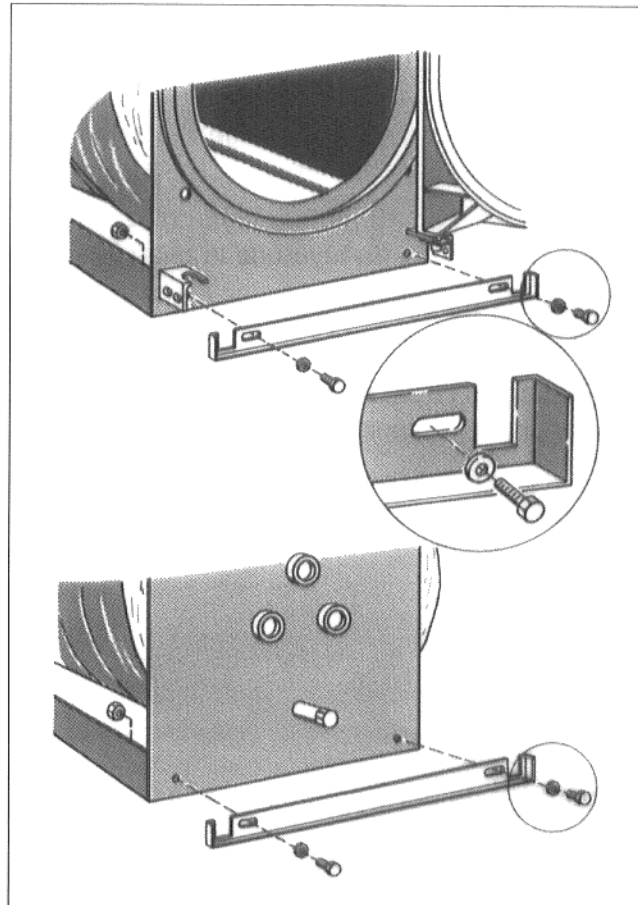

Fig. 7
- Visser chaque traverse inférieure, (avant et arrière) sur le socle avec 2 vis à six pans creux, rondelles et écrous (Fig. 7).